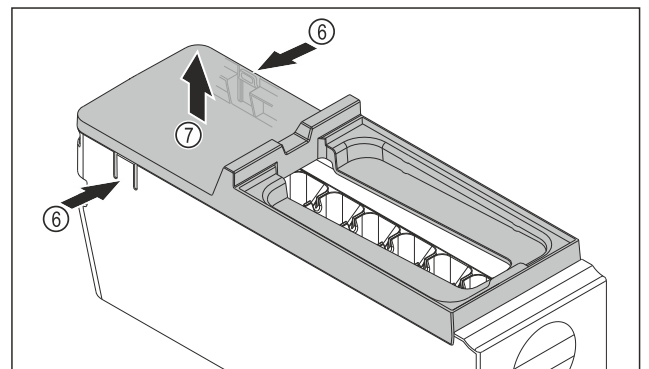

Fig. 137
- ▶ EasyTwist-Ice-rungon kannen poistaminen: Paina kielekkeitä Fig. 137 (6) EasyTwist-Ice-rungon molemmilla puolilla.
- ▶ Ota kansi Fig. 137 (7) toisella kädellä ylöspäin pois.